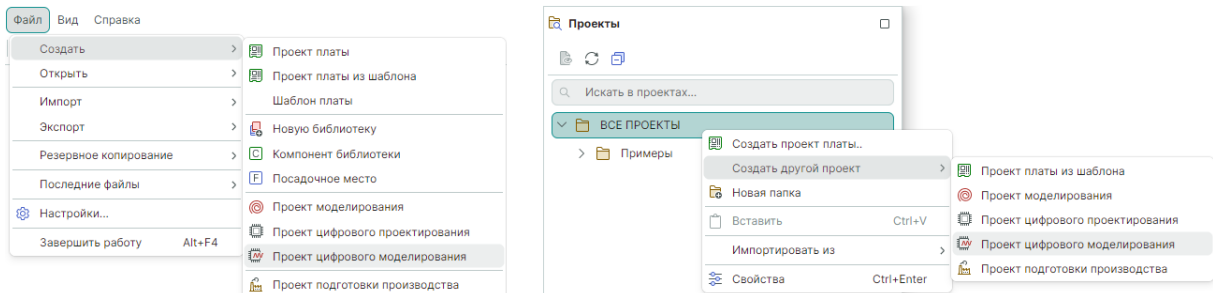

Рис. 14 Переход к созданию проекта цифрового моделирования
1. В главном меню перейдите в раздел «Файл» → «Создать» → «Проект цифрового моделирования» или из панели «Проекты» вызовите контекстное меню с любой выбранной папки → «Создать другой проект» → «Проект цифрового моделирования», см. Рис. 14.